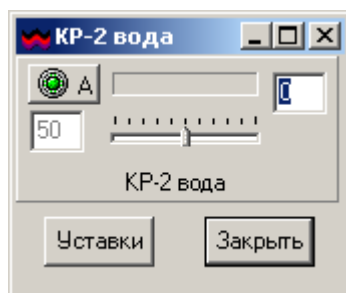

Рис. 3
- 3.3. Изменение режима работы клапана в автоматический или ручной. Для перевода клапана в ручной режим нажать левой кнопкой мыши по изображению клапана, работающего в автоматическом режиме. Откроется окно управления клапаном (Рис. 3). Нажатием на клавишу «А» система перейдет в ручной режим, на этом месте появится изображение клавиши «Р». Управляя курсором шкалы устанавливается величина процентного открытия клапана, после чего нажимается клавиша «закреть». В восстановившемся окне АРМ-оператора для данного клапана изменится цвет заливки строки задания с зеленого на красный, что будет означать ручной режим. Для перевода клапана в автоматический режим нажать левой кнопкой мыши по изображению клапана, работающего в ручном режиме. В появившемся окне (Рис. 3). нажатием на клавиши «Р» система перейдет в ручной режим, на этом месте появится изображение клавиши «А», после чего нажимается клавиша «закреть». В восстановившемся окне АРМ-оператора для данного клапана изменится цвет заливки строки задания с красного на зеленый, что будет означать автоматический режим.